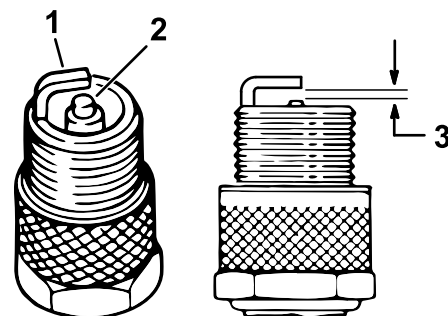

Figure 45
4. Vérifiez l'état des électrodes latérale et centrale, ainsi que de l'isolateur de l'électrode centrale (Figure 45).
5. Réglez l'écartement entre les électrodes centrale et latérale à **0,76 mm (0,03 po)**, comme montré à la Figure 45.